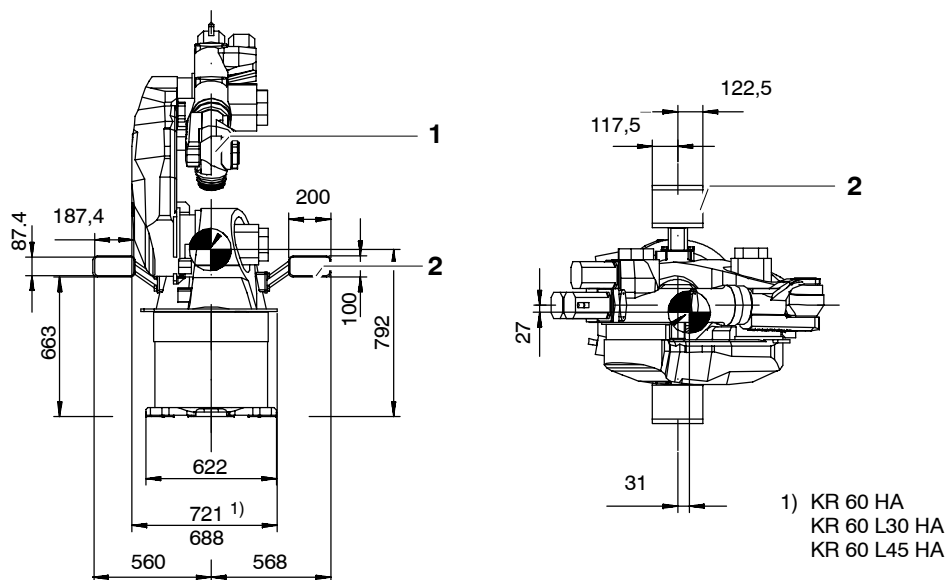

Fig. 33 Poches pour fourches de chariot élévateur
Pour le transport avec le chariot élévateur à fourches, il faudra monter deux poches traversantes démontables (Fig. 33/2) pour les fourches du chariot élévateur sur le bâti de rotation. Le manipulateur (1) peut ainsi être saisi des deux côtés.